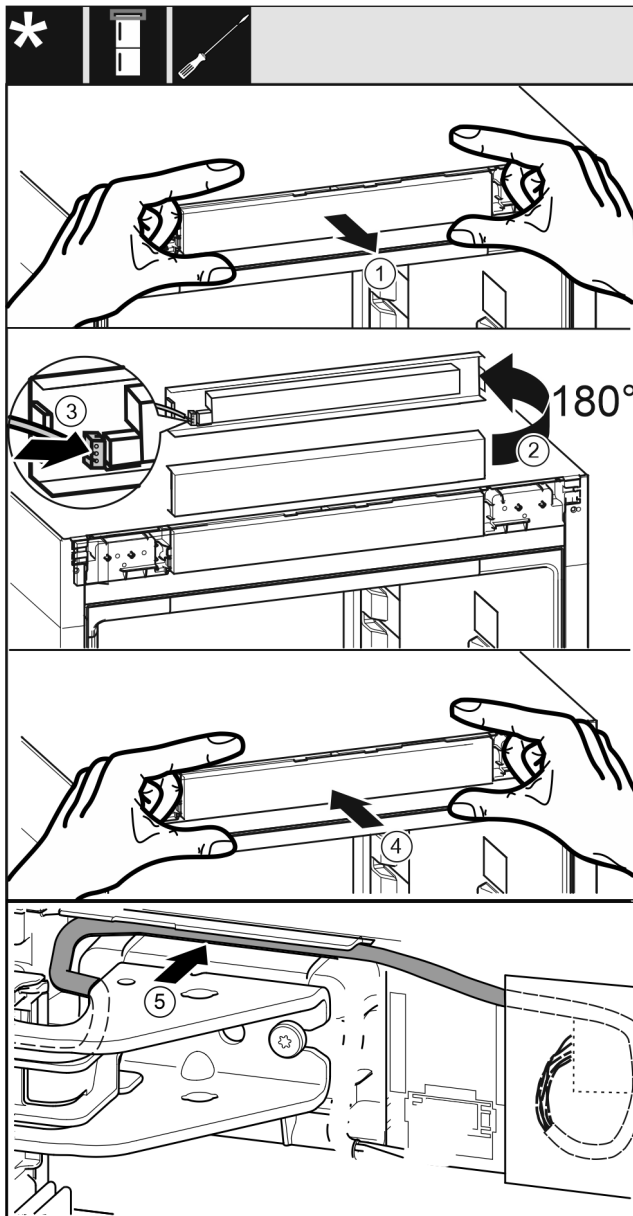

Fig. 41
- ▶ Осторожно извлеките фальшпанель. Fig. 41 (1)
- ▶ Поверните элемент вверх на 180°. Fig. 41 (2)
- ▶ Зафиксируйте штекер на фальшпанели. Fig. 41 (3)
- ▶ Снова зафиксируйте фальшпанель на устройстве. Fig. 41 (4)
- ▶ Осторожно проложите серый кабель в направляющей над верхним опорным кронштейном. Fig. 41 (5)